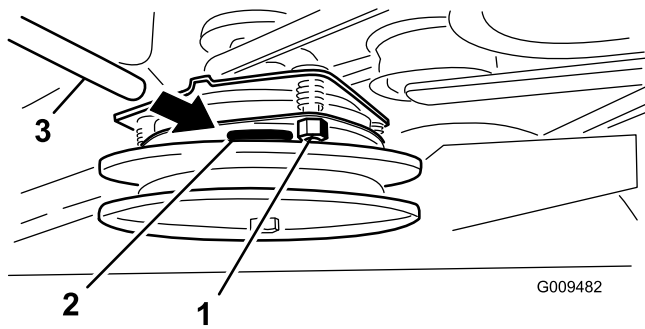

Figure 57
2. Serrez les contre-écrous jusqu'à ce que la jauge d'épaisseur fléchisse légèrement mais puisse bouger facilement dans l'entrefer (Figure 57).